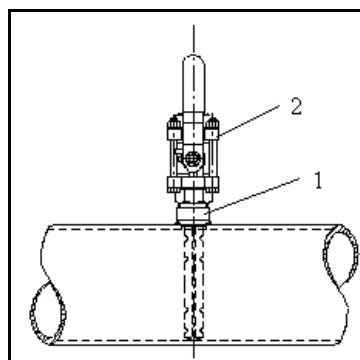

Abb. 9: Montagestutzen mit Absperrventil
- 3) Heften Sie den Montagestutzen [1] mit 1-2 mm Luftspalt auf die Rohrleitung [Abb. 9].
- 5) Montieren Sie das Flo-Tap-Absperrventil [2] auf dem Montagestutzen. Das Ventil muss vollständig geöffnet sein. Kontrollieren Sie, ob sich der Ventilhebel in der in Abb. 9 gezeigten Stellung befindet.
9. Ziehen Sie den Bohrer zurück, schließen Sie das Absperrventil [2 / Abb. 9] und entfernen Sie die Bohrmaschine und den Adapter. Kontrollieren Sie auf Dichtheit.
12. Montieren Sie die Flo-Tap-Sonde, indem Sie den Gewindestutzen [5] ins Absperrventil [2] schrauben [Abb. 9 und 11].
15. Überprüfen Sie alle Anschlüsse auf Leckage indem Sie das Flo-Tap-Absperrventil [2 / Abb. 9] öffnen.